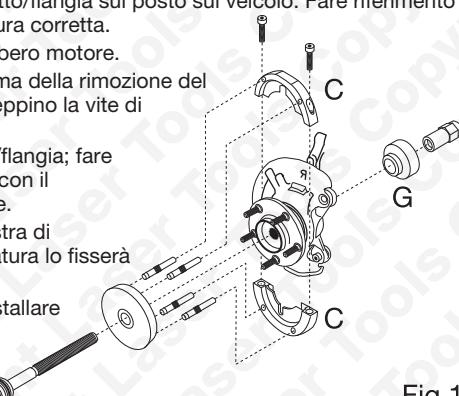
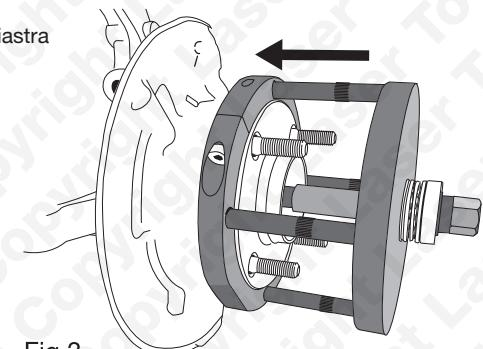
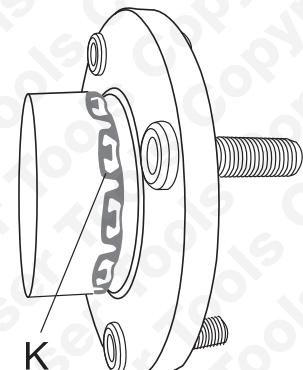

Fig 1
Fig 3
Fig 4
- Assemblare la valva di rimozione (C) al cuscinetto/flangia; fare riferimento al diagramma (Fig 1). Allineare i ritagli con il sensore ABS. Fissare con le viti di fermo (D) fornite.
- Assemblare i quattro perni di forzatura (E) alla piastra di forzatura (B). L'O-ring di gomma sul perno di forzatura lo fixerà nella bussola della piastra di forzatura.
- Da dietro, installare l'adattatore di estrazione (G) sopra l'estremità della vite di forzatura. Inserire il collare verso la vite di forzatura — fare riferimento alla Fig 1.
- Fissare l'attrezzo assemblato con il dado della vite di forzatura (F). L'estremità lunga filettata del dado della vite di forzatura verso la vite di forzatura — fare riferimento alla Fig 1.
- Per rimuovere il cuscinetto/flangia, tenere fermo il dado di forzatura (F) con una chiave da 30mm mentre si gira la vite di forzatura con una bussola da 22mm su una barra di interruzione o una maniglia a cricco lunga. (Non utilizzare attrezzi ad aria).
- Girare la vite di forzatura fino a che il cuscinetto/flangia non sono completamente nella posizione di zero. Se installato, assicurarsi che le lingue dell'anello spinato di ritegno (K) siano correttamente inseriti nella scanalatura di ritegno. Vedere Fig 4.
- Fare riferimento alla Fig 3: Allineare il gruppo piastra/perno con le valve, e installare la vite di forzatura principale attraverso il gruppo piastra/perno.
- Dal retro, installare l'adattatore di inserimento (I) sopra l'estremità della vite di forzatura in modo che sia appoggiata sul bordo esterno nel retro del sostegno del mozzo.
- Per installare il nuovo cuscinetto/flangia, tenere fermo il dado di forzatura (F) con una chiave da 30mm mentre si gira la vite di forzatura con una bussola da 22mm su una barra di interruzione o una maniglia a cricco lunga. (Non utilizzare attrezzi ad aria).